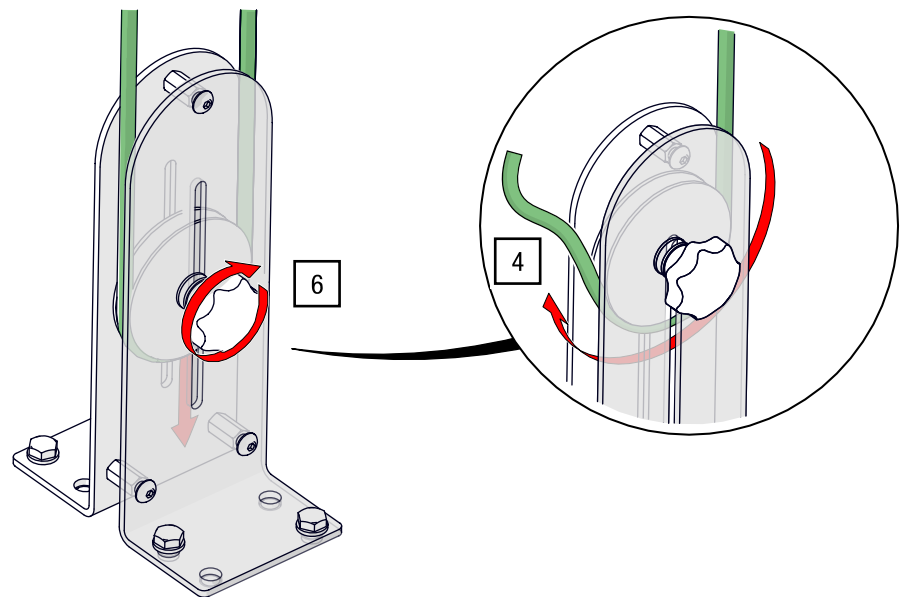

Abb. 88: Seil durch Gegenspannrolle führen und spannen
4. Führen Sie das Seilende durch die Gegenspannrolle nach oben (siehe Abb. 88)